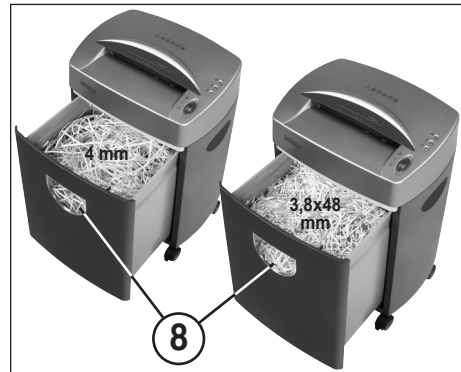

Fig. 3
CONTENITORE DI SCARICO (Fig. 3):
Se il materiale da trinciare risulta visibile nella finestra di controllo dell'indicatore di livello (8) (Fig. 3), il contenitore di raccolta deve essere svuotato.